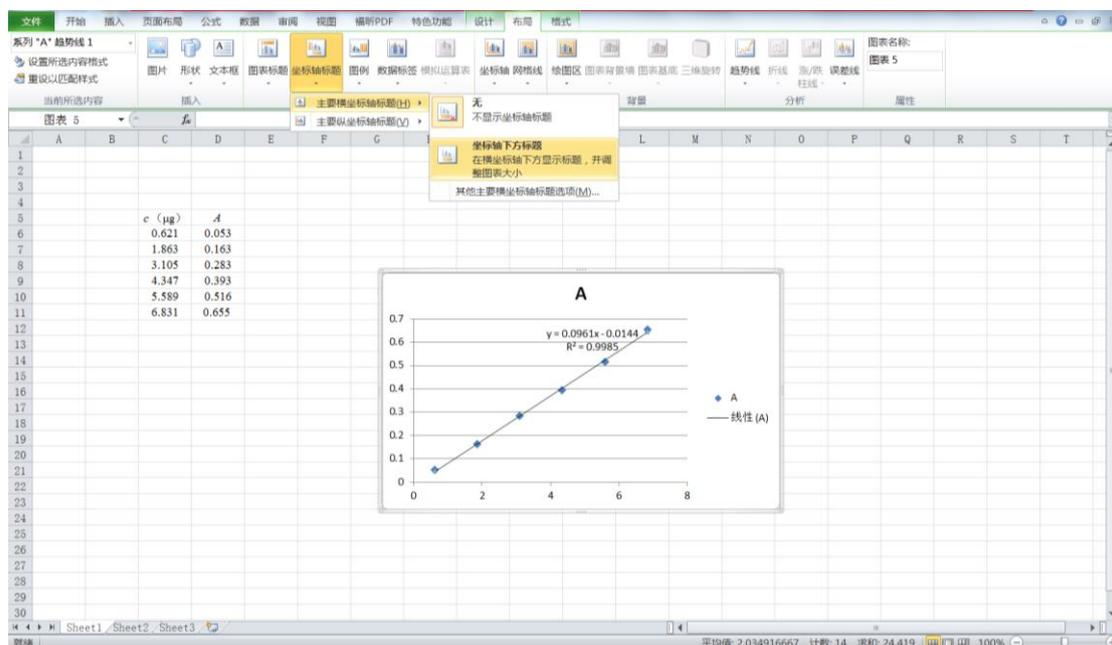

图 7
5、依次点击工具栏“布局”、“坐标轴标题”、“主要横坐标标题”和“坐标轴下方标题”，插入横坐标轴，如图 7 和 8；